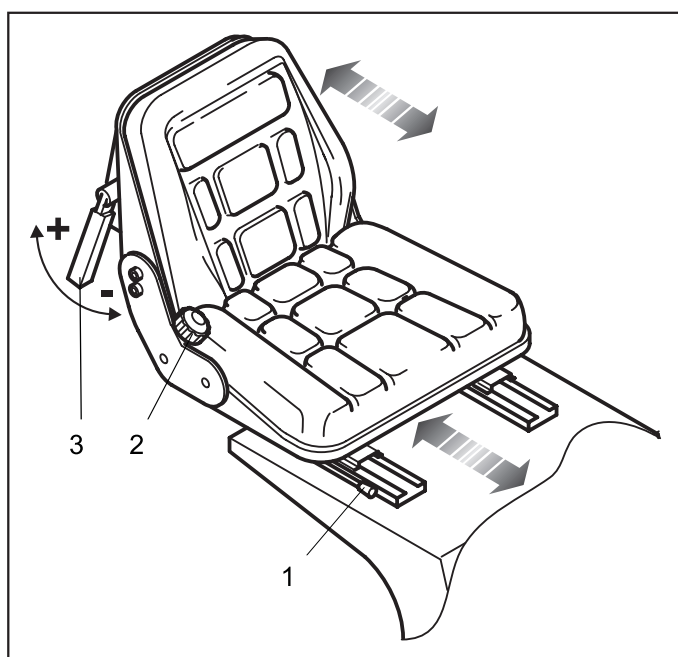

FIG.25 (Réglage du siège de guide)
- 1- Déplacer latéralement le levier (**FIG.25-Réf1**) pour régler la distance des commandes;
- 2- tourner la poignée (**FIG.25-Réf2**) pour régler le dossier en avant ou arrière;
- 3- Lever et tourner le levier (**FIG.25-Réf3**) pour régler la dureté des ressorts du siège de guide.